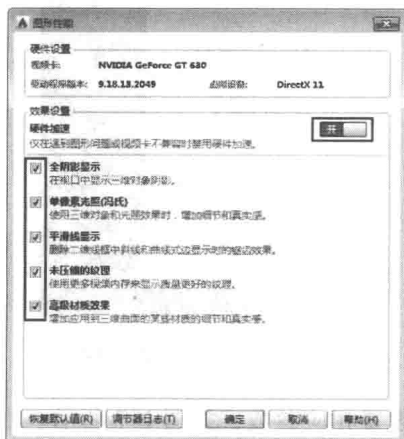

图 1-9 图形性能设置
1) AutoCAD2015 添加了平滑线显示来增强图形体验,用户可以在新的图形性能对话框中启用平滑线显示,诸如直线和圆等对象,以及类似栅格线的工程图附注都具有更平滑的显示。要打开更多视觉增强功能,请打开硬件加速,如图 1-9 所示。